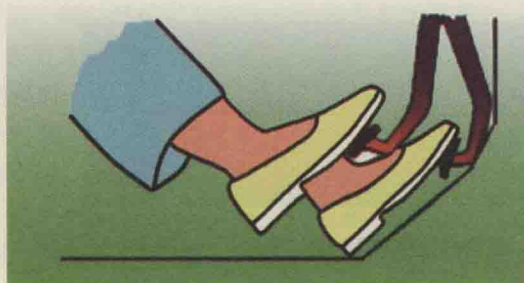

图 1-10 踩下离合器踏板
(2) 离合器踏板的操纵 离合器踏板的操纵，如图1-10所示，要用左脚掌踩在离合器踏板上，以左膝关节和踝关节的伸屈动作踩下或放松。不可用脚尖或脚后跟踩踏板，以免打滑和影响准确操作。